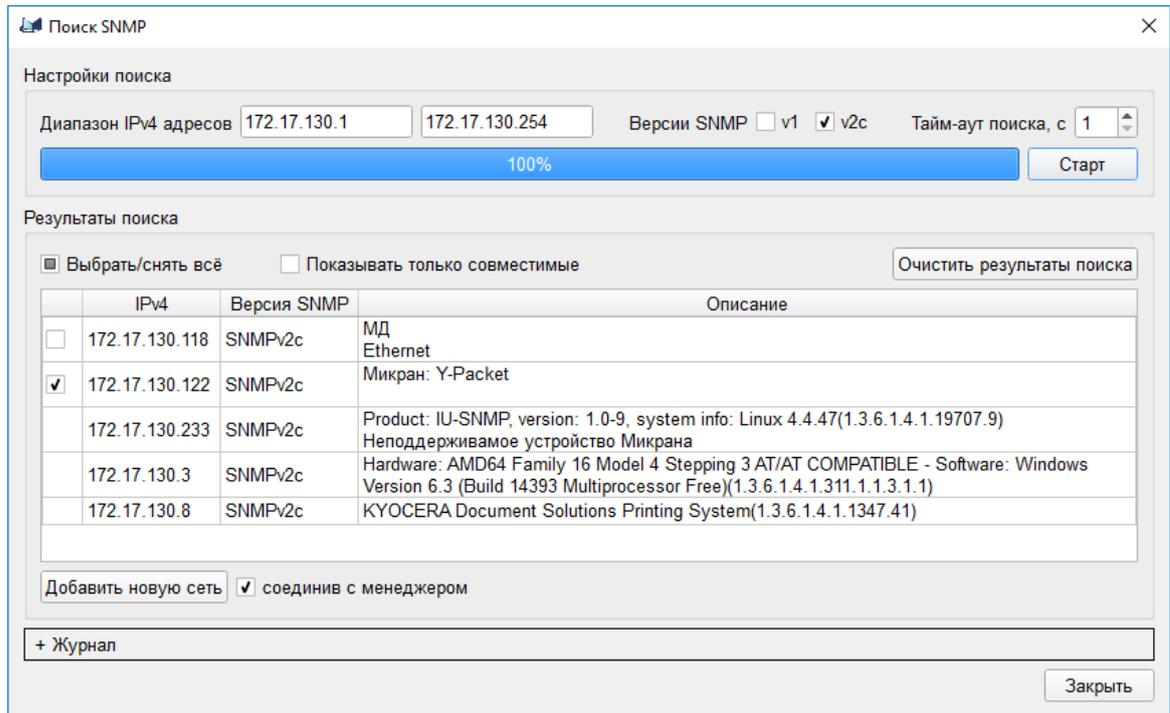

Рис. 109
6.14.3. Заполненная таблица найденных станций изображена на рис. 109.